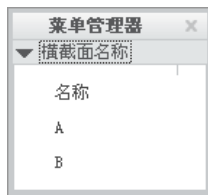

图 3.8.35 菜单管理器
(1) 添加 A-A 局部剖视在俯视图上的箭头。
① 选取图 3.8.30b 所示的局部剖视图, 然后右击, 从系统弹出的快捷菜单中选择 **添加箭头** 命令, 此时系统弹出图 3.8.35 所示的菜单管理器, 并显示提示 **从菜单选择横截面。**